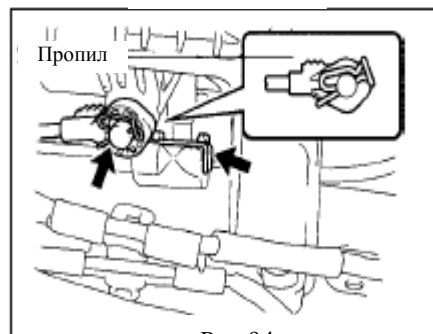

Рис.94
(2) Подсоедините концевые разъемы кабелей к рычагу переключения передач на полу, затем установите шплинты. (рис.94)